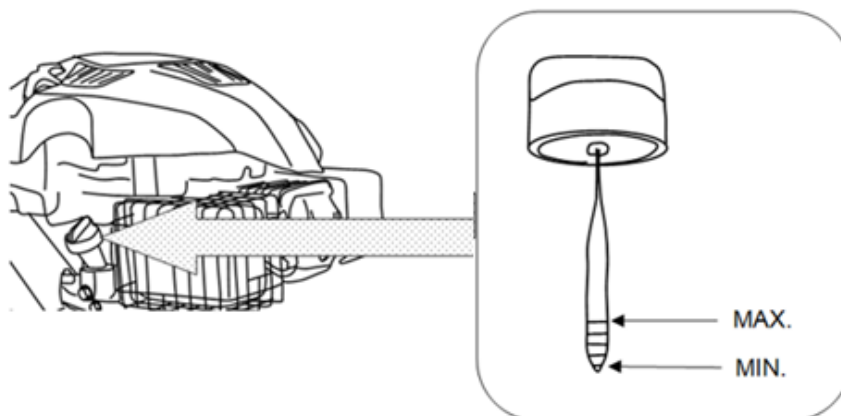

Rys. 8
Odkręć zamknięcie zbiornika i zdejmij je. (Rys. 8)
- 3) Podczas napełniania często kontroluj ilość oleju. Wytrzyj miarkę oleju do czysta, załóż ją z powrotem, dokręć nakrętkę otworu napełniającego, a następnie znów ją wyjmij. Poziom oleju musi być między oznaczeniem minimum a maximum. Jeśli to konieczne, dodaj oleju. Nie przepelniaj (rys. 8).